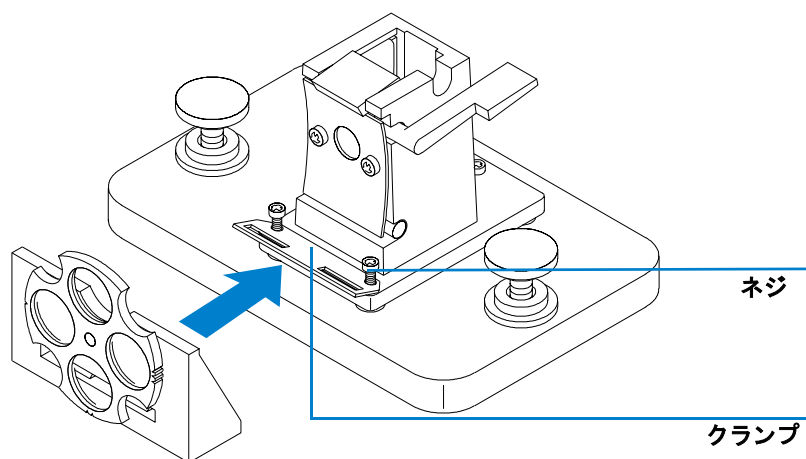

図 22 光学フィルターホイールアセンブリの取付け
- 2 図 22 に示す 2 本のネジを取り外します。
- 3 フィルターホイールアセンブリのクランプを図 22 に示す位置に合わせ、2 本のネジをもとあった位置に戻して仮止めします（まだ締めないでください）。